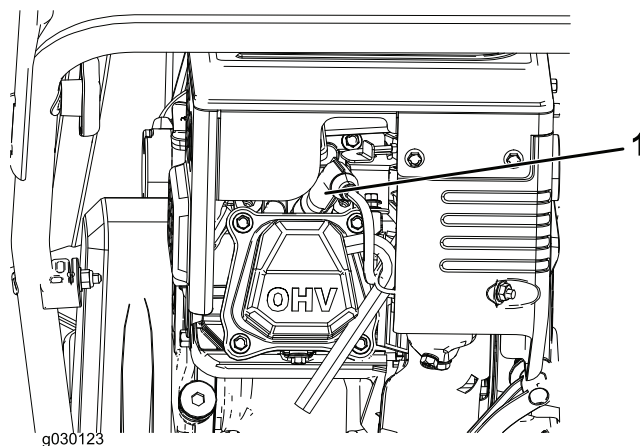

Рисунок 20
1. Снимите изоляционный колпачок (Рисунок 20).